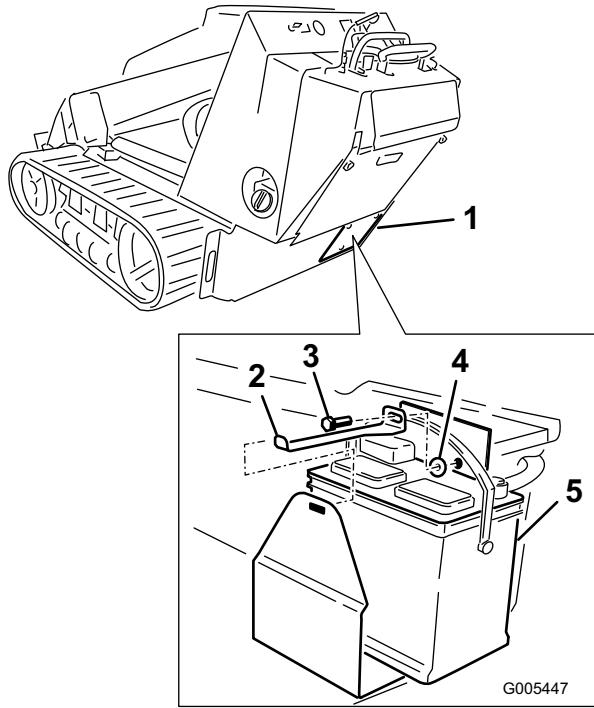

Figura 7
3. Montare la batteria nella macchina (Figura 7).
4. Installare il pannello di accesso della batteria (Figura 7).